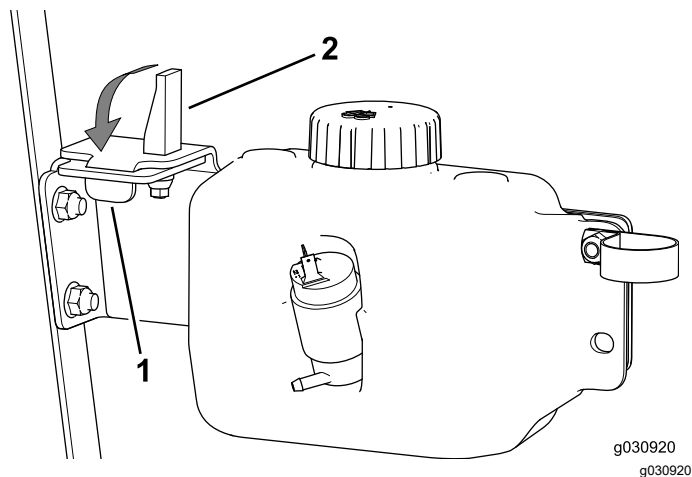

Figura 46
- Inserite la linguetta nella scanalatura e la boccola di fissaggio a espansione nel foro della piastra del serbatoio (Figura 46).
- Spingete la leva di fissaggio a espansione verso il basso (Figura 46).